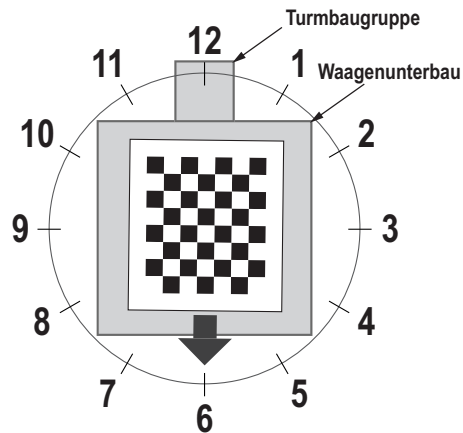

Abbildung 5-10. Drehung auf die 6-Uhr-Position
- Richten Sie das Kalibrierungsobjekt so aus, dass das Fadenkreuz zentriert ist. Drehen Sie das Kalibrierungsobjekt auf die 6-Uhr-Position aus und nehmen Sie dabei die Turmbaugruppe als 12-Uhr-Position an (Abbildung 5-10).